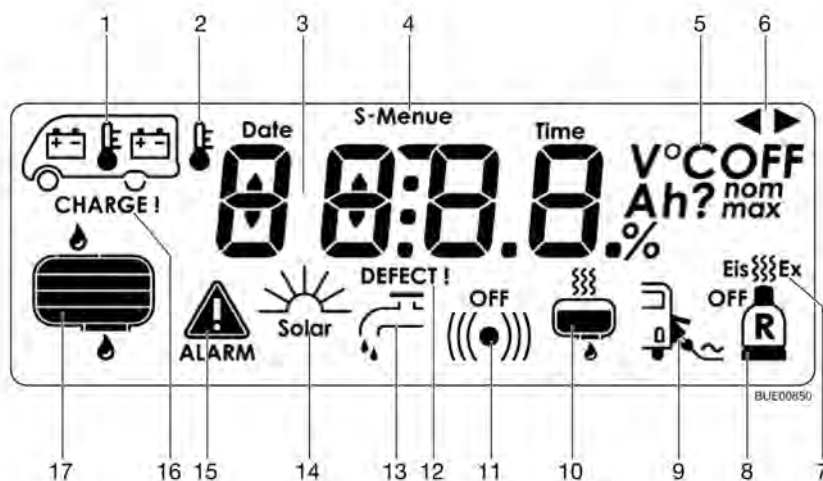

Fig. 106 Représentation des symboles dans l'affichage ACL
- Dégivreur (Fig. 106,7) enclenché ou déclenché (Option).
- Dispositif de commutation pour deux bouteilles de gaz (Fig. 106,8) (option) : Le symbole des bouteilles de gaz apparaît lorsque l'une des deux bouteilles est vide. Si la deuxième bouteille de gaz est également vide, le symbole clignote et ("ALARM") (Fig. 106,15) apparaît sur le menu de base.
- Contrôle du réseau (Fig. 106,9) : Le symbole apparaît si le véhicule est raccordé à une alimentation 230 V.
- Chauffage réservoir d'eaux usées (Fig. 106,10) (option) : Le symbole apparaît si le chauffage du réservoir d'eaux usées est allumé.
- Pompe à eau (Fig. 106,13) : Le symbole apparaît si la pompe à eau est activée.
Le menu de base apparaît et les symboles (Fig. 106, 1, 15 et 16) clignotent dès que la tension de la batterie de cellule descend en dessous de 12 V (mesurée en marche) et qu'il y a risque de décharge profonde de la batterie. De plus, l'indication de la tension clignote dans le menu batterie.
Le menu de base apparaît et le symbole (Fig. 106,1) clignote. De plus, l'indication Ah ainsi que la requête "CHARGE!" s'affichent dans le menu batterie.
Le menu de base apparaît et le symbole (Fig. 106,1) clignote. De plus, l'indication "DEFECT!" s'affiche dans le menu batterie.